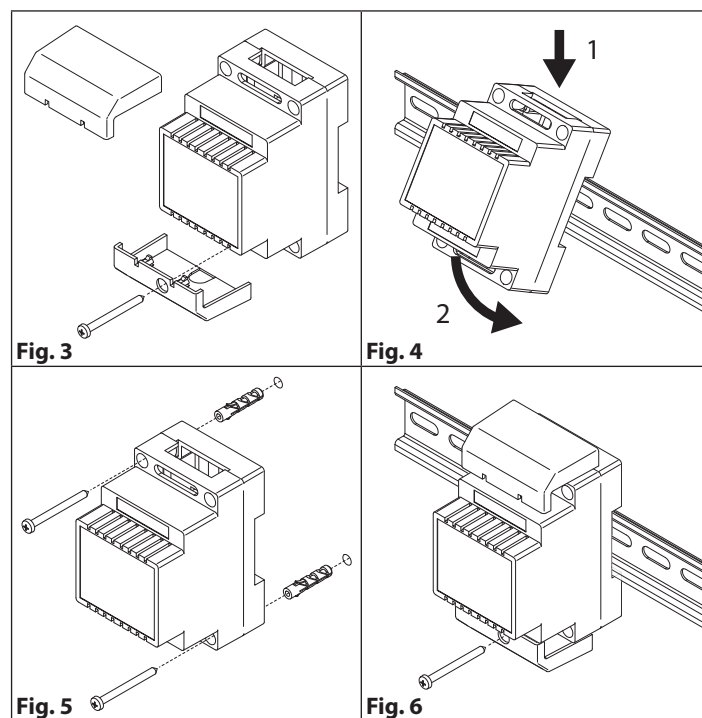

Fig. 3
1. Pour installer l'interphone vidéo il faut l'ouvrir en séparant la base du couvercle qui contient toute son électronique : débrancher le combiné de l'interphone vidéo en enlevant le plug correspondant donc, introduisez la pointe d'un tournevis plat de 5,5 mm dans la clip (A), après tournez-le dans le sens inverse des aiguilles d'une montre jusqu'à que vous écoutez un « **CLIC!** ». Répétez la même opération avec l'autre clip comme indiqué sur la **Fig. 3**.
1. Enlever les couvercles de couverture des bornes en desserrant les vis correspondantes et en les tirant vers le haut (Fig. 3)
Pour alimenter le module, connecter l'un des connecteurs mâles IDC ① au connecteur mâle IDC du module portier électrique à l'aide du câble plat fourni. Des modules d'extension supplémentaires peuvent être connectés via le connecteur IDC mâle gratuit du module d'extension précédent (**Fig. 3**).